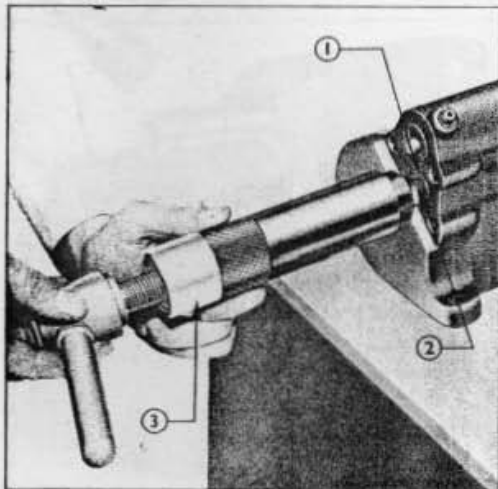

Fig. 21
8. Fixer l'adaptateur d'extraction T-8510-1/f sur l'outil principal T-8510, visser l'extrémité extérieure de l'adaptateur dans le bouchon du clapet de décharge, à l'extrémité avant du logement du clapet de décharge, et extraire le bouchon (fig.21).